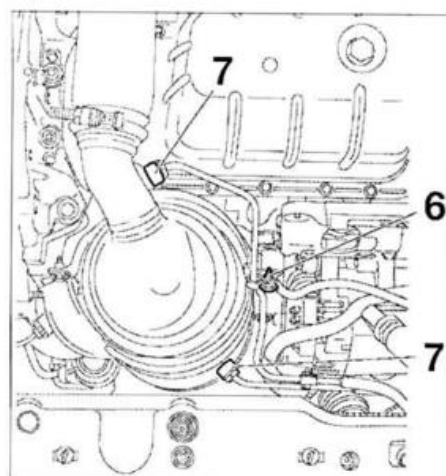

FIG. 41
- Versión con filtro de partículas (fig. 41):
- Desmontar el tornillo de fijación (6).
- Desmontar los captadores de presión de los gases de escape (7).